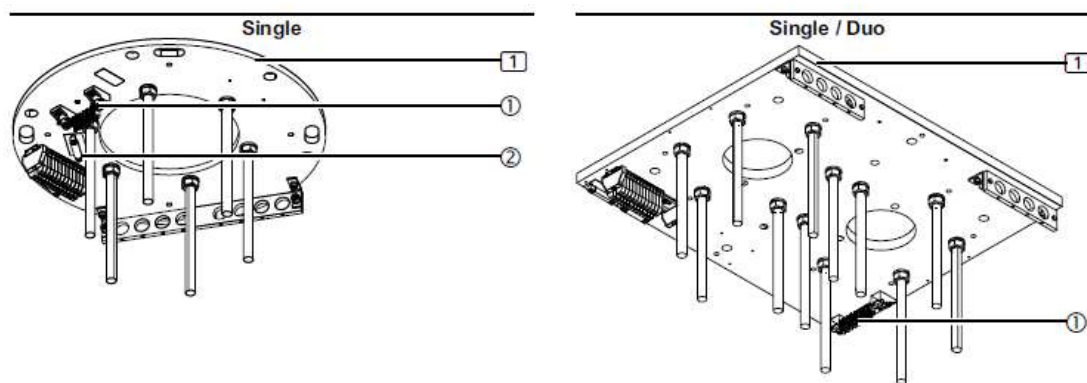

Abb.53 Anschluss der Erdungskabel an die Schnittstellenplatine
Abbildung 53 zeigt eine vereinfachte Darstellung der Schnittstellenplatine (1) ohne Verlängerungsarm und Kabel usw. Der Anschluss beginnt immer mit den Erdungskabeln des Geräts.